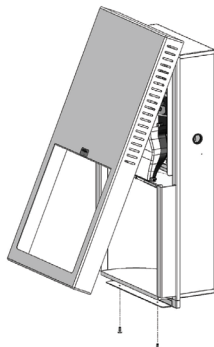

Fig. 1
1. Separe la cubierta del secador removiendo los tornillos de instalación localizados en el fondo de la unidad utilizando una broca Torx T20. (Ver Fig. 1)
2. Tire hacia adelante el fondo de la cubierta del secador y levante cuidadosamente para separar la cubierta (Ver Fig. 1)